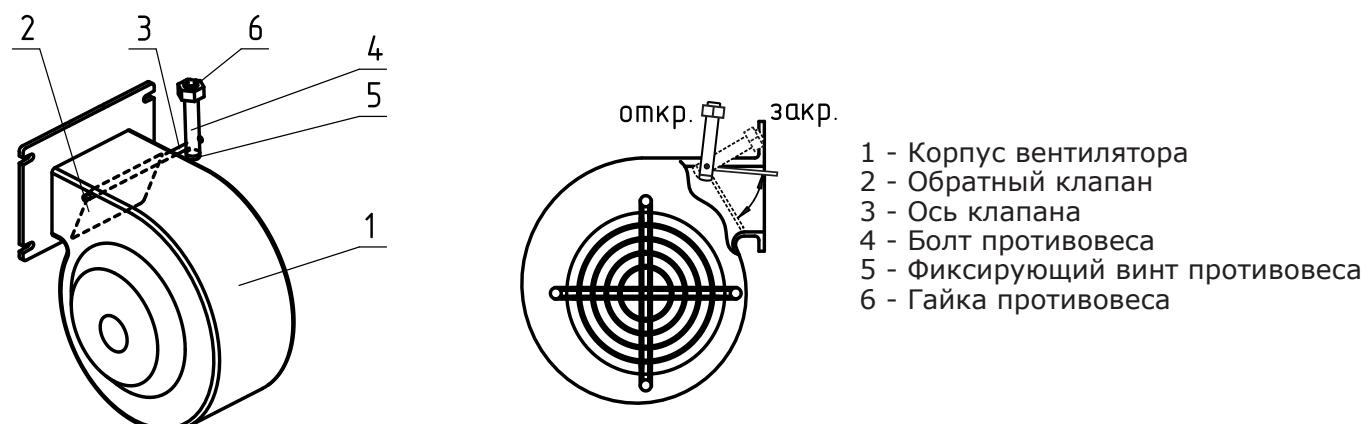

Рис.5 Вентилятор наддува
5.8. Вентилятор наддува (ZOTA Maxima 150 - 200 кВт) (Рис.5) состоит из корпуса (поз.1), обратного клапана (поз.2), который имеет два положения, открыто и закрыто, оси клапана (поз.3), болта противовеса (поз.4) с фиксирующим винтом (поз.5) и гайки (поз.6).